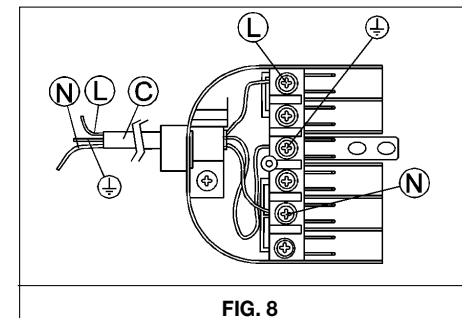

FIG. 8
- If the appliance has no power cable, connect a cable of adequate section to the terminal strip (consult the table on next page) complying with the wiring diagram of fig. 8. This diagram is also affixed to the hot plate.
- Fit a standard plug to power cable (if supplied). This plug should be able to bear the load indicated on the data label. Connect the wires according to the diagram in fig. 8, remembering to comply with the following instructions:
- Si l'appareil n'est pas doté du câble d'alimentation, branchez un câble de section adéquate (voir tableau nelle pages suivantes) à la boîte à bornes en vous assurant que le conducteur de mise à la terre est plus long que les conducteurs de phase et en suivant le schéma fig. 8.
- Montez (si besoin est) une fiche normalisée sur le câble d'alimentation "C" en vous assurant qu'elle est adaptée à la charge indiquée sur l'étiquette signalétique. Branchez les conducteurs en suivant le schéma, fig. 8 et en respectant les indications suivantes: